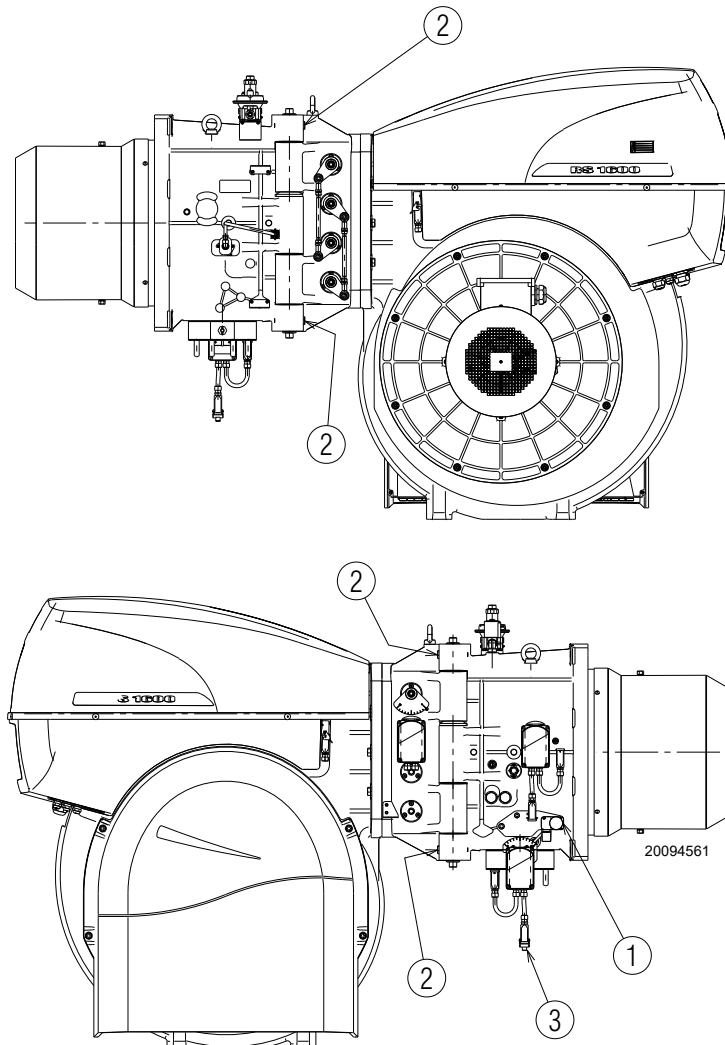

Fig. 33
- Enlever le raccordement du pressostat gaz 1)(Fig. 33).